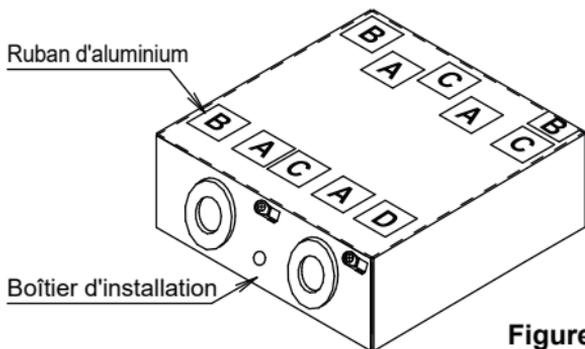

Figure 1
I. Enlevez les rubans d'aluminium du boîtier d'installation pour insérer les supports de CCI, reportez-vous à la Figure 1.